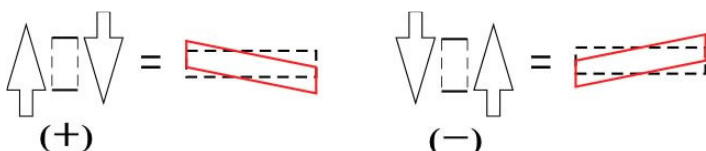

図 12.3 せん断力の符号
- ・最後の例題の曲げモーメントの式を間違えてしまった, 最後の例題で力の向きを間違えた, 例題で手が止まってしまった, 例題を自力で解けた, 例題の符号の決め方がわからなかった:5←**例題も符号の決め方は図 12.3・図 12.6 の通りです.**